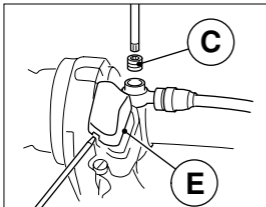

Fig. 10
- den Stift **C** (Fig. 10) abschrauben, und den O-Ring vom Schraubenkopf des Verbindungsstücks entfernen, wobei auf die O-Ringe von sehr kleiner Dimension besonders geachtet werden soll.